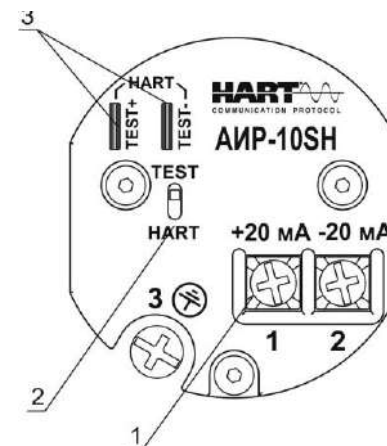

Рисунок 2.6 - Внешний вид коммутационной платы и функциональное расположение контактов АИР-10SH в корпусе НГ-24
2.4.5.2.1 Под крышкой АИР-10SH на коммутационной плате расположены (см. рисунок 2.6):